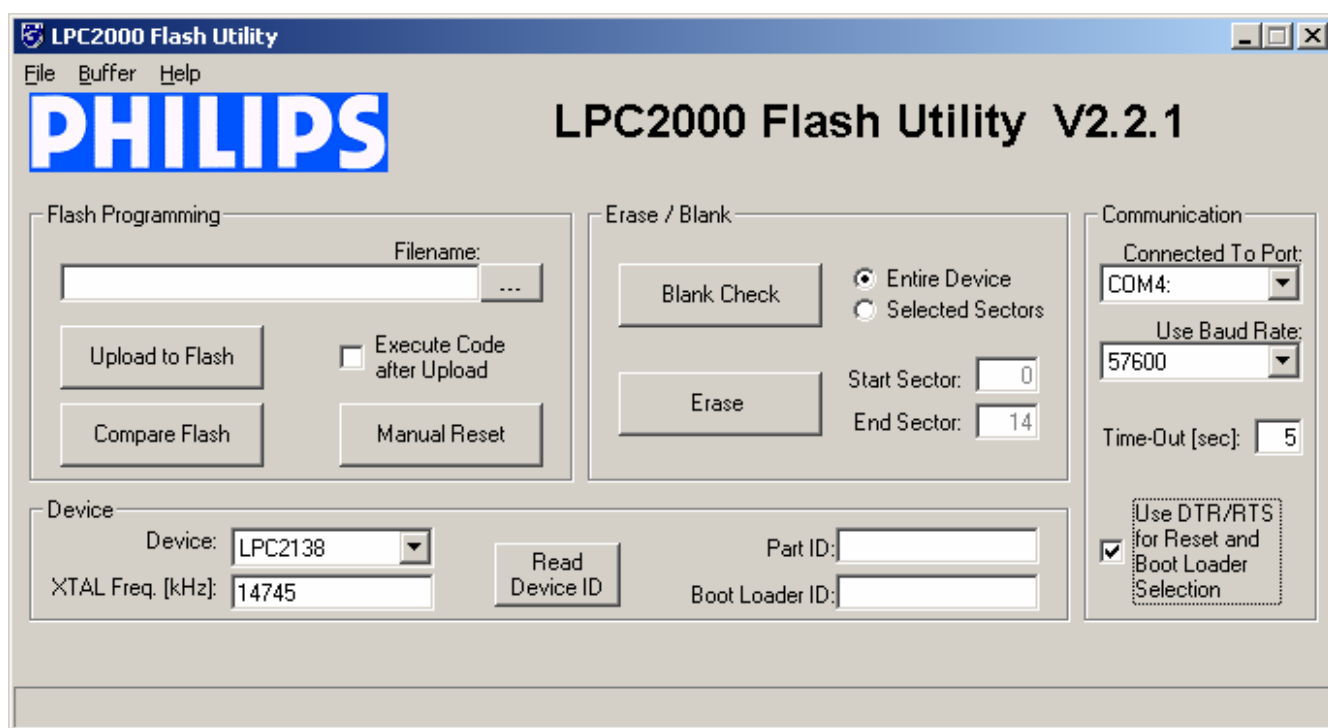

Рисунок 20 – Настройки утилиты.
- 6.6. Установить в группе «Communication», «Erase/Bank», «Device» параметры как указано ниже на рис. 20.